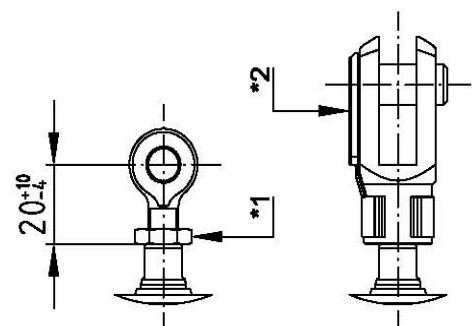

Abbildung 6: Kolbenstangenaufhängung
**i** Einstellbereich beachten! Um ein Herausdrehen der Augenschraube zu verhindern, muss die Mutter gekontert werden (Abbildung 6 / \*1).
**i** Der Federklappbolzen muss wieder, wie im Auslieferungszustand, eingerastet sein (Abbildung 6 / \*2).